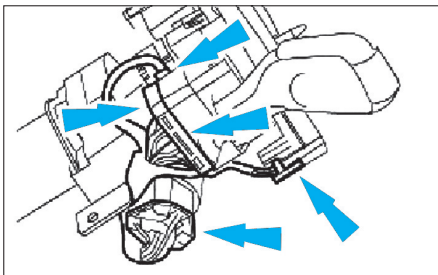

Fig. 36
- Débrancher les connecteurs de bloc de commutateurs multifonction (Fig.36).